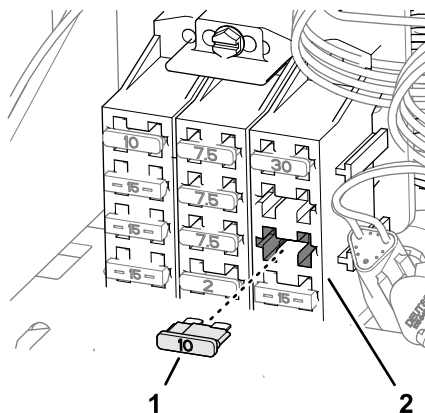

Рисунок 189
8. Вставьте предохранитель (10 A) в гнездо блока предохранителей (Рисунок 189) контура питания вспомогательных устройств, которое вы использовали при выполнении пункта 5.